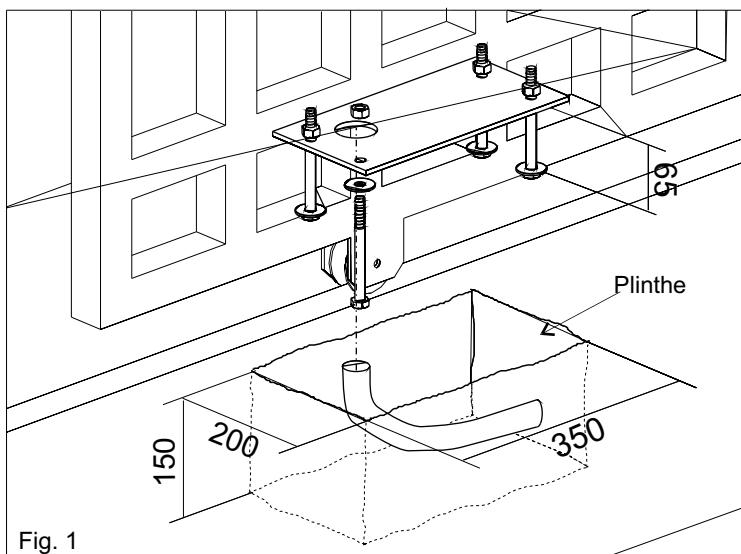

Fig. 1
- Prévoir, en se basant sur les mesures reportées dans fig. 1, une petite place de béton où sera murée la plaque de fondation et les boulons d'ancrage.